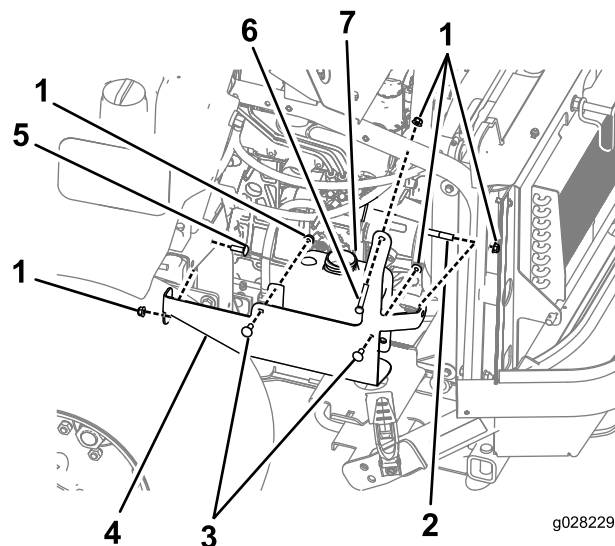

Рисунок 27
**Для машины с двигателем Kubota:** Установите кронштейн и бачок стеклоомывателя на раму, прикрепив бачок к кронштейну и кронштейн к раме машины с помощью прилагаемых гаек и болтов (Рисунок 27).